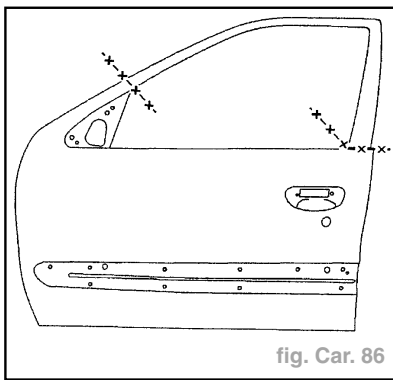

fig. Car. 86
- Tracer puis découper à l'aide d'une scie (fig. Car. 86).